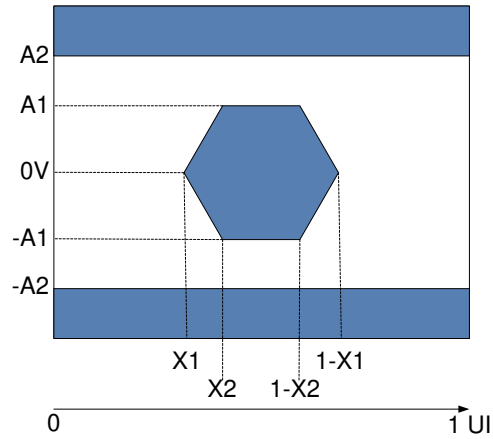

图 5-12. HSSI 眼图特性
- (1) 运行 DMD 需要连接以下所有电源：VDD、VDDA、VOFFSET、VBIAS 和 VRESET。运行 DMD 需要所有 VSS 连接。
- (2) 所有电压值均以接地引脚 (VSS) 为基准。
- (3) 为了防止电流过大，电源电压差值 |VDDA - VDD| 必须小于指定的限值。
- (4) 为了防止电流过大，电源电压差值 |VBIAS - VOFFSET| 必须小于指定的限值。
- (5) 200μs 内基于三次全局复位的电源功率耗散。
- (6) LVC MOS 输入规格针对引脚 DMD\_DEN\_ARSTZ。
- (7) LVC MOS 输出规格针对引脚 LS\_RDATA\_A 和 LS\_RDATA\_B。
- (8) 请参阅图 5-12 “接收器眼罩 (1e-12 BER)”。
- (9) 在 方程式 3 和 方程式 4 中定义。